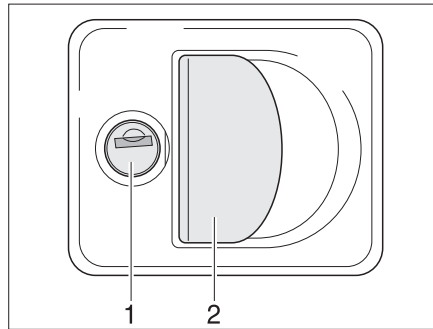

Fig. 27 Serrure du portillon avec poignée
- Insérer la clé dans le barillet (Fig. 27,1) et la tourner d'un quart de tour. La serrure du portillon est déverrouillée.
- Tirer sur la poignée (Fig. 27,2). Le portillon extérieur est ouvert.